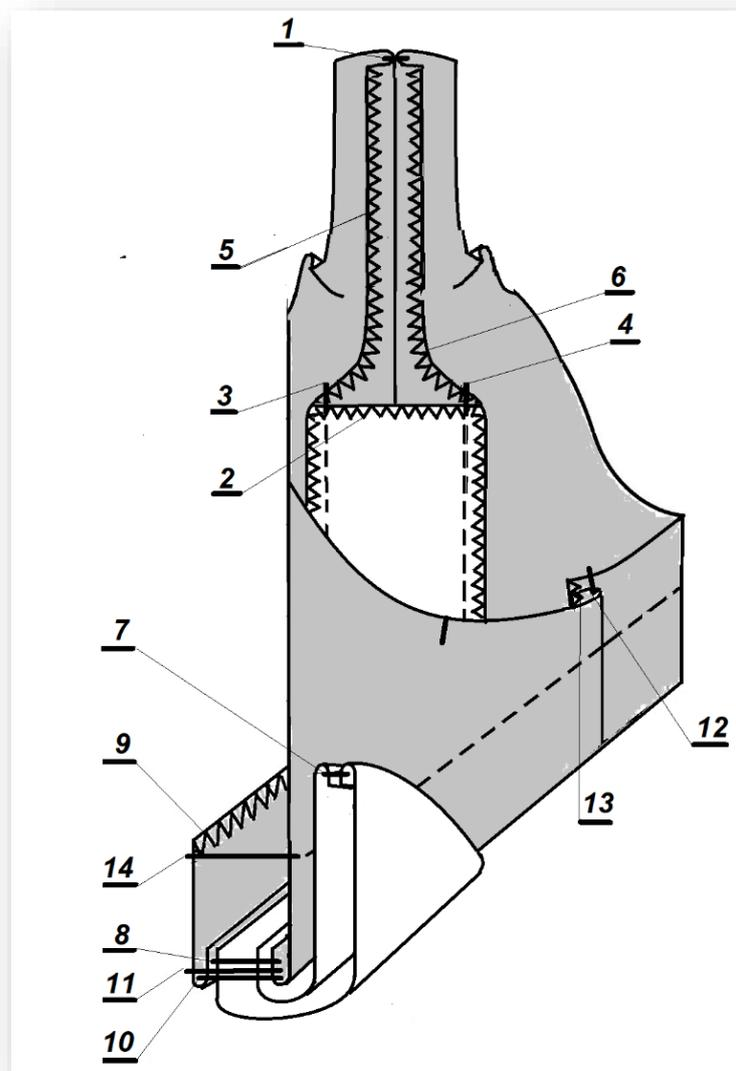

Рисунок 2 – Схема обработки рукава
2) *При пошиве можете воспользоваться рекомендованной технологической последовательностью изготовления, приведенной ниже (стр. 7), а также схемами обработки (стр. 8, рис. 2), или применить свой метод изготовления, не ухудшающий качество и полностью соответствующий заданному внешнему виду фрагмента модели женского платья.*
1. Стачать верхние срезы правого рукава, оставляя не стачанным участок складки (между надсечками), ш. шва 1,5 см (рис. 2, стр. 1).
3. Обметать верхние и нижние срезы детали складки рукава (рис. 2, стр. 2).
4. Притачать деталь складки к внутренним срезам припуска складки верхнего шва рукава, ш. шва 1,0-1,5 см (рис. 2, стр. 3 и 4).
5. Обметать припуски верхних швов рукавов и швы притачивания детали складки одновременно, срезав уголки по овалу для более качественного обметывания (рис. 2, стр. 5 и 6).
6. Обтачать манжету по верхнему фигурному срезу, ш. шва 0,7 см (рис. 2, стр. 7).
10. Притачать манжету к срезу низа рукава, прикладывая по надсечкам, ш. шва 0,5-0,6 см (рис. 2, стр. 8).
11. Обметать внутренний срез обтачки низа рукава (рис. 2, стр. 9).
12. Обтачать срез низа рукава обтачкой, ш. шва 0,7 см (рис. 2, стр. 10).
13. Настрочить обтачку на шов обтачивания на расстоянии 0,1-0,2 см (рис. 2, стр. 11).
14. Стачать нижние срезы рукава и боковой срез обтачки низа рукава одной строчкой, ш. шва 1,5 см (рис. 2, стр. 12).
15. Обметать нижние швы рукава (рис. 2, стр. 13).
18. Настрочить внутренний срез обтачки рукава на рукав на расстоянии 0,5 см от обметанного среза (рис. 2, стр. 14).